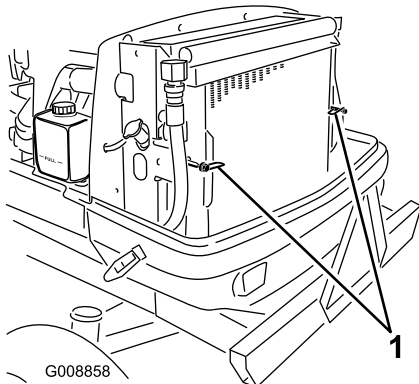

図 77
2. ラッチ (図 77) を回して、オイル・クーラをフレームから外す。